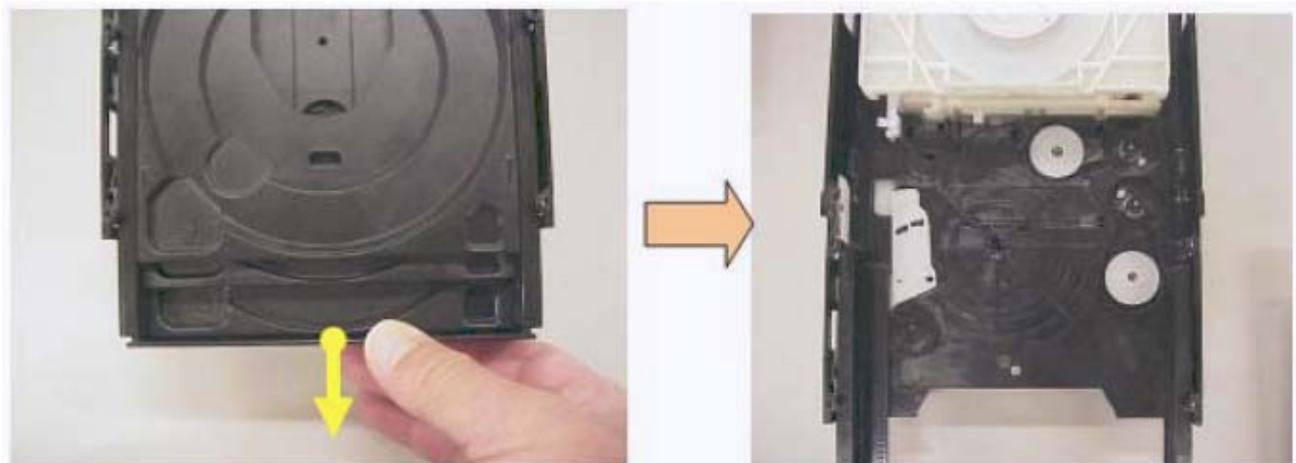

Fig. 1.10
2.3 Segurem a bandeja e puxe-a (Fig. 1.10)